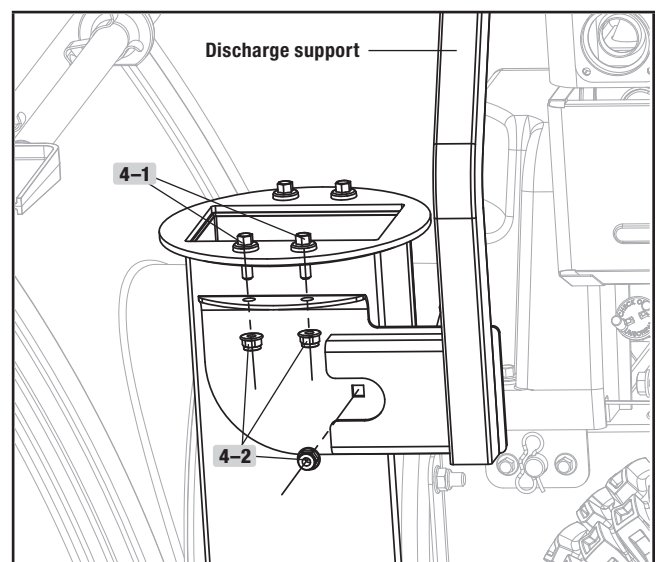

Figure 8
1. Trouvez la position d'assemblage (figure 8).
2. Enlevez les boulons (4-1) (figure 8) et les écrous (4-2) (figure 8) du corps principal, comme illustré (figure 8). Mettez-les de côté pour l'étape suivante.
4. Fixez le support de la goulotte de décharge sur le corps principal au moyen des boulons (4-1) (figure 8).
5. Serrez tous les écrous (4-2) comme illustré ci-dessous (figure 8). Ne serrez pas trop.